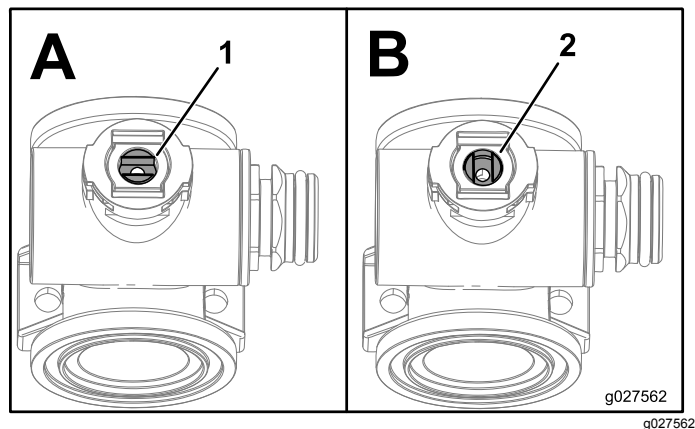

Figure 105
1. Positionnez la tige de la valve pour la placer en position fermée (partie B de la Figure 105).
3. Tournez la tige de la valve pour placer la bille à la position ouverte (A à la Figure 105).
7. Tournez la tige de la valve de sorte à fermer la valve (B sur la Figure 105).